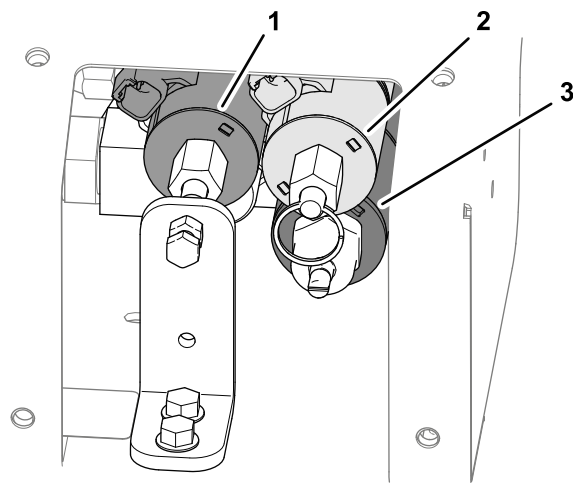

Figure 29
3. Localisez les 3 vannes de commande (Figure 29).